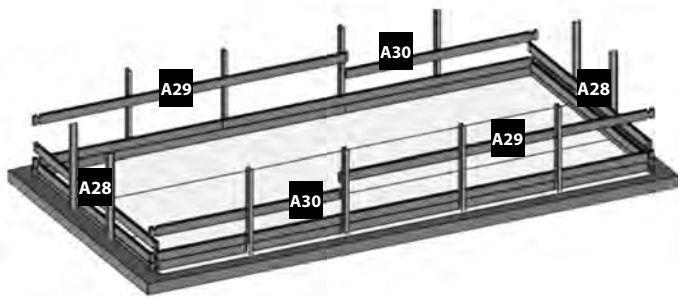

Fig. 8 / Abb. 8 / Afb. 8
**EN 3rd LAYER OF BOARDS:** Install the third layer of boards as shown in figure 8. The position of the refilling fitting with the key and the skimmer should be defined at the start of the assembly (read the specific paragraphs).
**FR 3ÈME RANGÉE MADRIERS :** Positionnez les madriers de la 3ème rangée conformément à la figure 8. Vous devez avoir déterminé l'emplacement de la buse de refoulement et du skimmer dès le début du montage (voir paragraphes spécifiques).
**DE 3. BRETTREIHE:** Platzieren Sie die Bretter der dritten Reihe laut Abb. 8. Zu Beginn der Montage müssen Sie die Lage des Druckventils und des Skimmers festlegen (lesen Sie hierzu die entsprechenden Abschnitte).
**NL 3ª RIJ PLANKEN:** Plaats de planken van de derde rij zoals te zien is op afbeelding 8. U moet al bij aanvang van de montage bepalen op welke plaats het uitstroommondstuk en de skimmer moet komen (less de betreffende paragrafen).